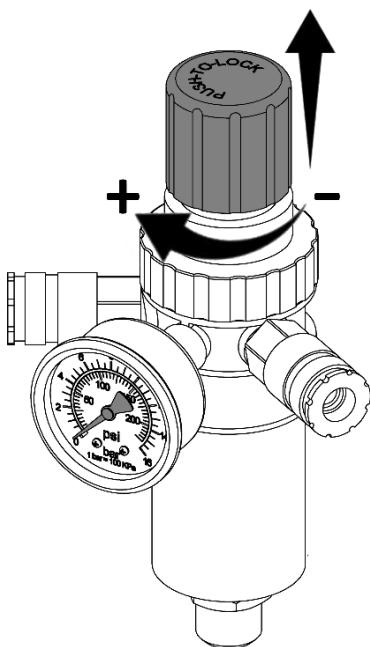

Рисунок 11
7.3.1 Настройка давления в подсоединеных пневматических инструментах регулятором давления (при его наличии) осуществляется следующим образом (см. рисунок 11):